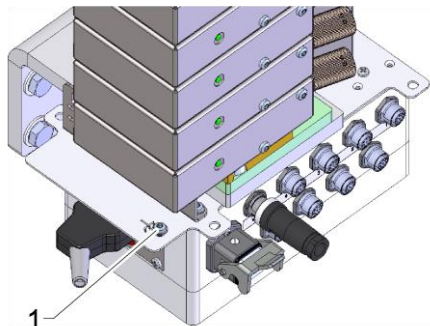

Bild 20: Funktionsjord
(Anslutningspunkt för funktionsjord, se (1) Bild 20)